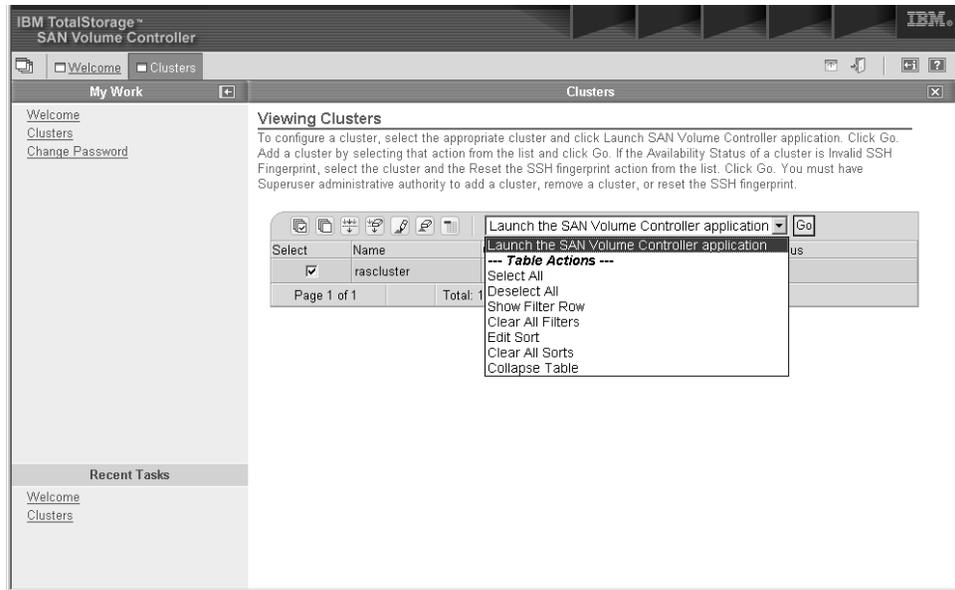

図 22. 選択されたドロップダウン・メニューの「SAN ボリューム・コントローラー・コンソール・クラスターの表示」パネル
4. SAN ボリューム・コントローラー・コンソール は複数の SAN ボリューム・コントローラー クラスターをサポートできるので、最初に、取り扱う SAN ボリューム・コントローラー クラスターを選択します。次に、ドロップダウン・メニューから、6 ページの図 22 に見られる「**SAN ボリューム・コントローラー・アプリケーションの起動**」を選択します。